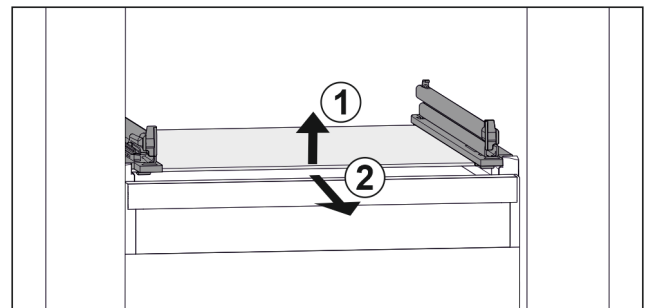

Fig. 46 Rappresentazione esemplificativa del ripiano in vetro
- ▶ Sollevare il ripiano in vetro dal davanti. Fig. 46 (1)
- ▶ Rimuovere il ripiano in vetro tirando in avanti. Fig. 46 (2)